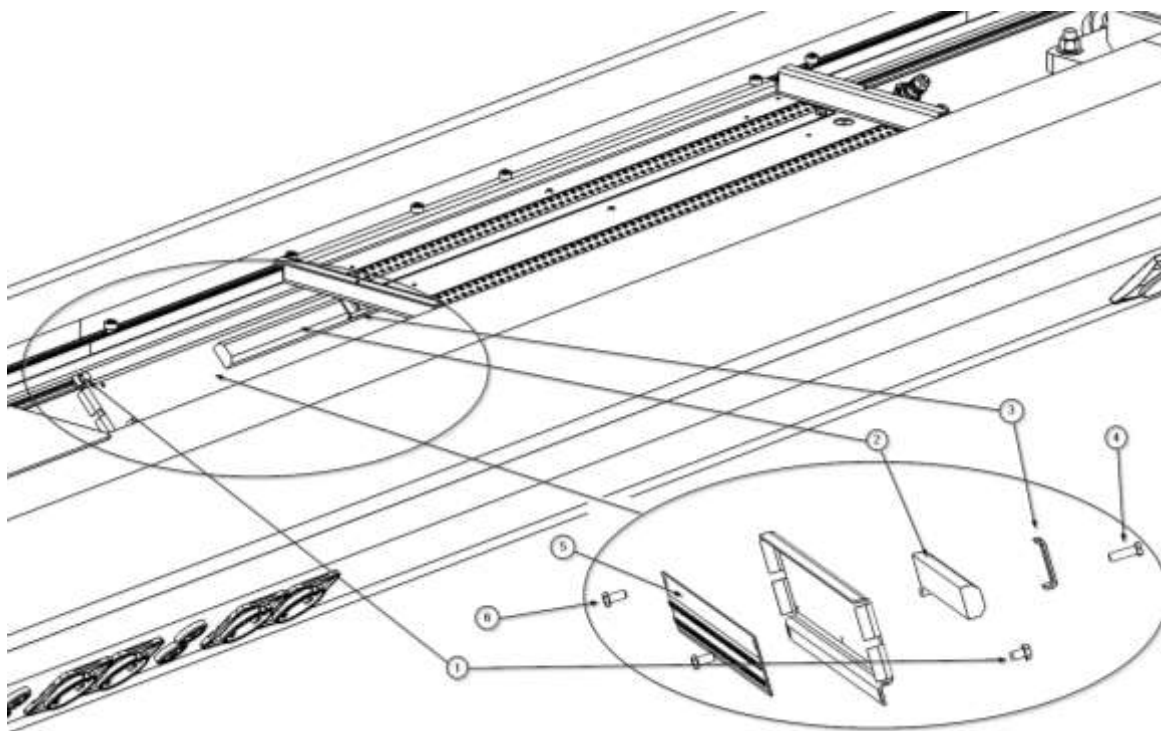

Fig. 5 Vervanging van directe verlichting
- Om de remkracht op de draaias te vergroten, draait u de draairemhendel met de klok mee, zoals aangegeven in afbeelding 5.
- Om de remkracht op de rotatieas te verminderen, draait u de rotatieremhendel tegen de klok in, in tegenstelling tot wat wordt aangegeven in afbeelding 5.
- Om de remkracht op de translatie-as te vergroten, draait u de rotatieremhendel met de klok mee, zoals aangegeven in afbeelding 5.